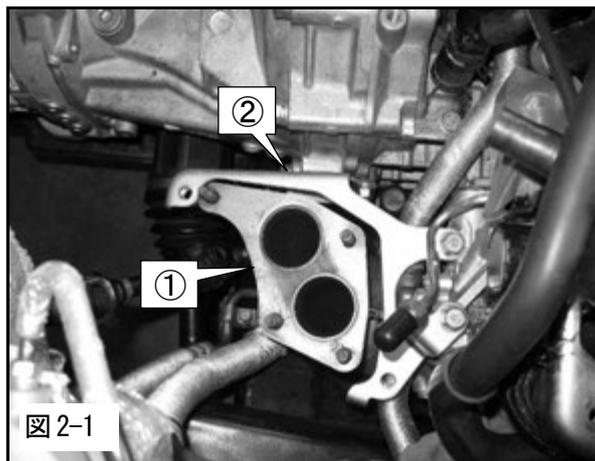

図 2-1
- (1) ①ターボチャージャジョイントパイプのエキマニ側のボルトを外し、②ターボチャージャブラケットを外してください。(図 2-1)
(図 2-1)